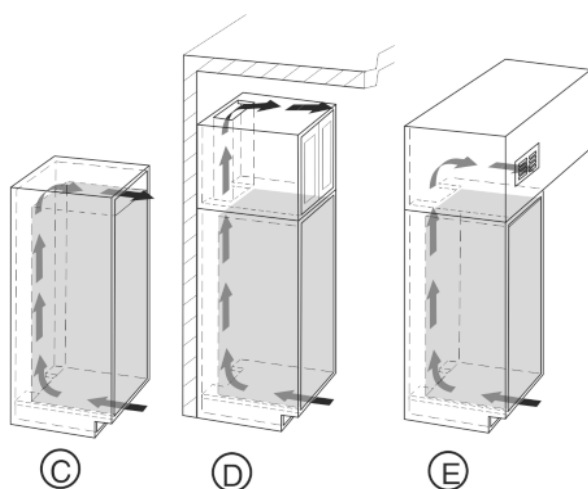

Fig. 4
- Верхняя площадь вентиляционного отверстия может быть выполнена или непосредственно над устройством и снабжена вентиляционной решеткой Fig. 4 (C), находиться рядом с крышкой над мебелью Fig. 4 (D), или иметь вид вентиляционного отверстия в промежуточном перекрытии Fig. 4 (E).